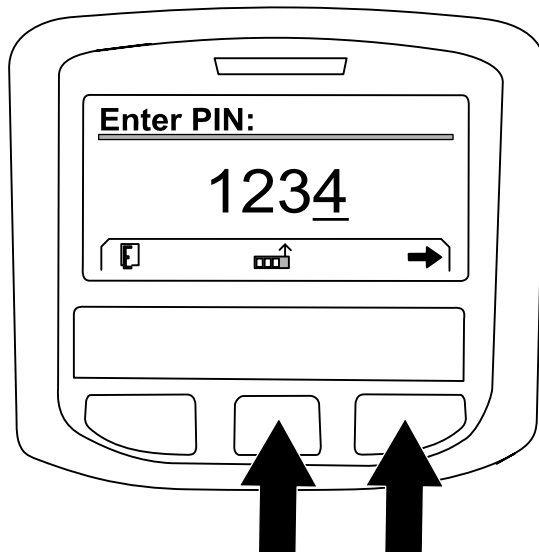
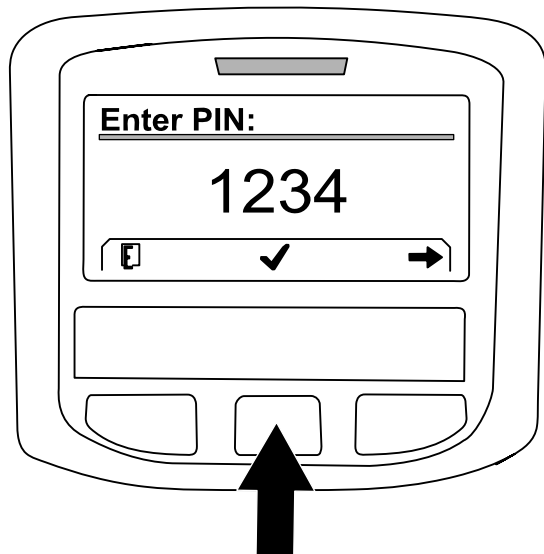

Figura 227
Figura 228
- A. Pulse el botón central las veces que sea necesario para introducir el número del código PIN que corresponde a la posición de la izquierda (Figura 227).
- B. Pulse el botón derecho para desplazarse al número siguiente del código PIN (Figura 227).
- D. Cuando termine de introducir los números del código PIN, pulse el botón derecho (Figura 227) y luego el botón central para introducir el código PIN (Figura 228).